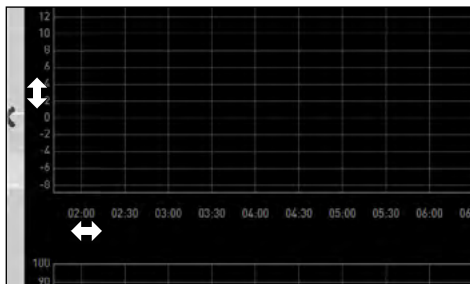

Рис. 12
- ▶ Чтобы изменить масштаб только по оси времени (ось x) или только по оси значений параметра (ось y), поместите курсор на метку соответствующей оси. Курсор принимает форму двунаправленной стрелки. Прокручивая колесико мыши, выполните масштабирование соответствующей оси (Рис. 12).